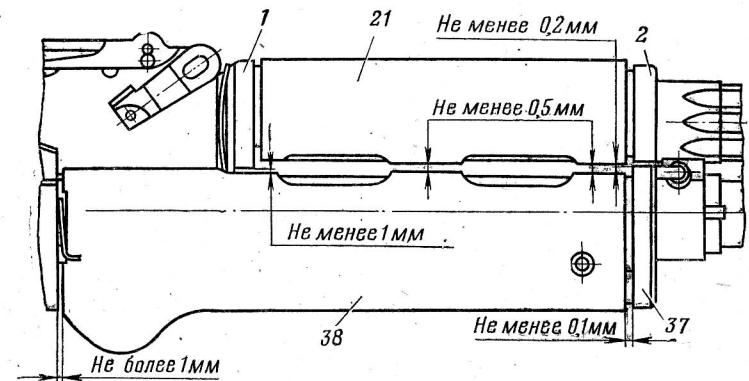

Рис. 70. Подгонка нового цевья и ствольной накладки:
4. Проверить зазоры между ствольной накладкой и цевьем. Если зазоры окажутся менее указанных на рис. 70, зачистить нижние плоскости ствольной накладки.
5. Проверить зазоры между цевьем и ствольной накладкой. Если зазоры окажутся менее указанных на рис. 70, зачистить нижние плоскости ствольной накладки.